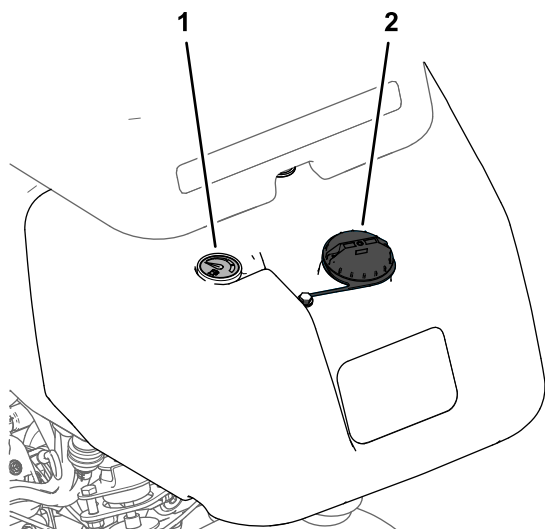

Figura 24
1. Pulite attorno al tappo del serbatoio del carburante e rimuovete il tappo (Figura 23 o Figura 24).